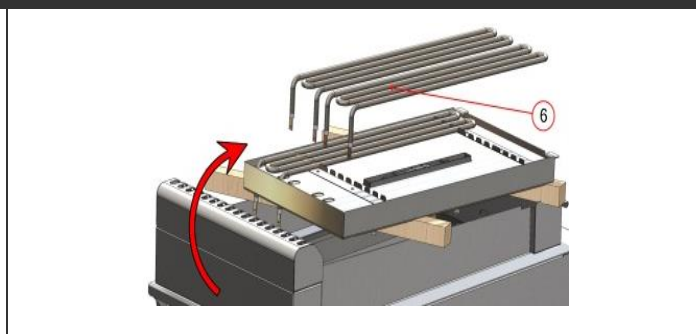

Fig9
- Déposer le capot de protection (Fig. 9 Rep5) et dévisser les raccordements électriques (Fig9 Rep 6).